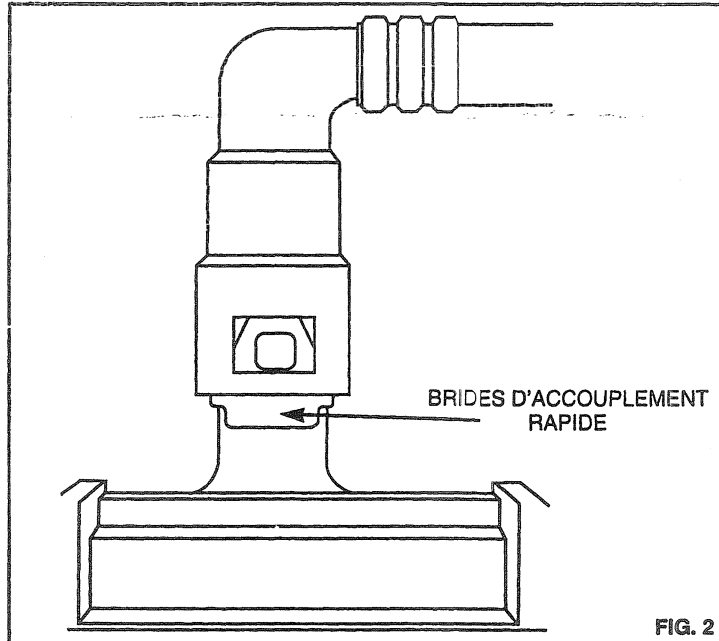

FIG. 2
A) Débrancher les canalisations d'essence de la pompe en appuyant sur les brides d'accouplement rapide. (Voir Fig. 2)